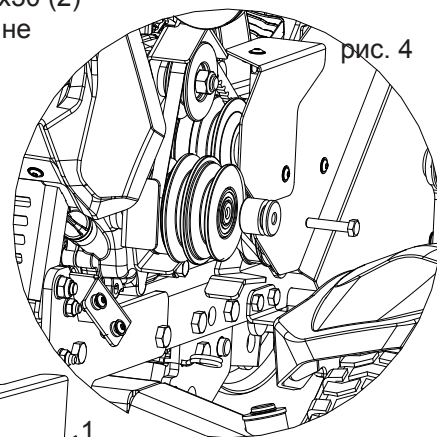

рис. 4
5. Установите на трактор втулку крепления щитка, для этого демонтируйте втулку установленную на тракторе (рис. 4) и установите на ее место втулку из комплекта.